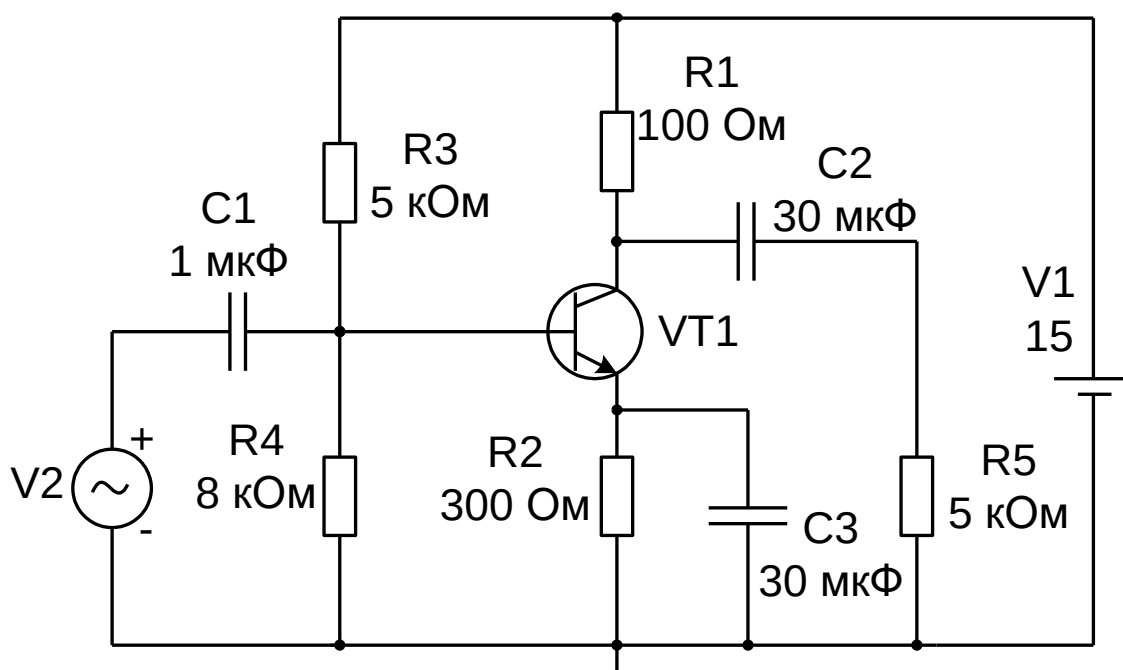

Рис. 2.2. Схема усилительного каскада с ОЭ
2.1. Постройте схему, изображенную на рис. 2.2. Тип транзистора выберите в соответствии с вариантом, напряжение коллекторного источника 15 В, базового 0.1 В с частотой 10 кГц. Номера узлов приведенной схемы могут не совпадать с номерами узлов Вашей схемы: узлы нумеруются автоматически в порядке набора элементов схемы. Для отображения номеров узлов предусмотрена кнопка на одной из панелей ин-